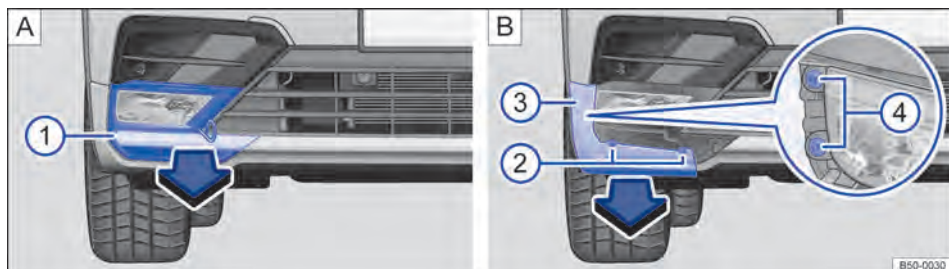

Fig. 215 No para-choque R-Line dianteiro direito: remover farol de neblina.
3. Prender o gancho extrator na abertura da cobertura sob o farol de neblina → Fig. 215 [A]. Remover a cobertura no sentido da seta para frente → Fig. 215 ⓘ [A].